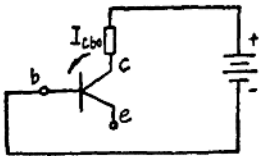

图 1.24 集电结反向饱和电流
2. 集电结反向饱和电流 I_{cbo} 和穿透电流 I_{ce0} ，发射极开路，在集电结加反向电压，产生的反向饱和电流就是 I_{cbo} （如图 1.24）， I_{cbo} 受温度影响较大，温度每升高 1°C，锗管 I_{cbo} 增加 10%，硅管 I_{cbo} 增加 7.5%，锗管的 I_{cbo} 应在几个到十几个微安，硅管的 I_{cbo} 应小于 1 微安。